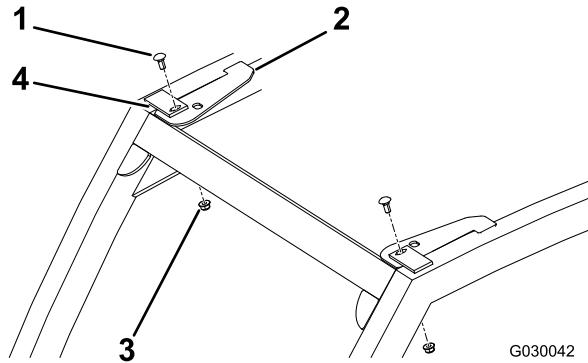

Рисунок 3
2. Прикрепите кронштейн с помощью каретного болта и фланцевой гайки (Рисунок 3).
1. Расположите передний кронштейн, как показано на Рисунок 3.